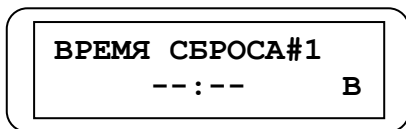

Рис. 4.12
Данный пункт меню служит для установки момента времени, в который должно происходить автоматическое обнуление сбрасываемого счетчика. Это может быть полезно в том случае, когда заранее известно необходимое время сброса, например, перед началом смены. Таким образом, установив определенное значение времени сброса, можно накапливать в счетчике наработанное за смену количество продукции, не обнуляя сбрасываемый счетчик перед началом смены вручную. Автоматическое обнуление сбрасываемого счетчика происходит в момент времени, установленный оператором с помощью данного пункта меню. Для установки времени сброса войдите в данный пункт меню, при этом дисплей примет вид, представленный на Рис. 4.12.
**ВНИМАНИЕ!!!** Для того чтобы отключить функцию сброса по установленному времени необходимо с помощью соответствующих кнопок вернуть знакоместа цифр времени к виду, показанному на Рис. 4.12, т. е. вместо цифр должны отображаться четыре тире, разделенные двоеточием. При выпуске счетчика из производства время сброса не устанавливается.